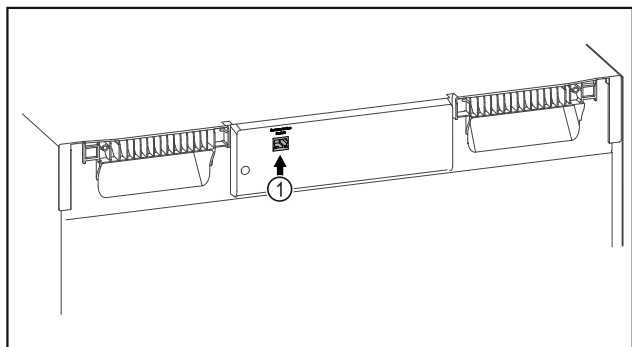

Fig. 108
- Moduli SmartModule Fig. 108 (1) është vendosur.